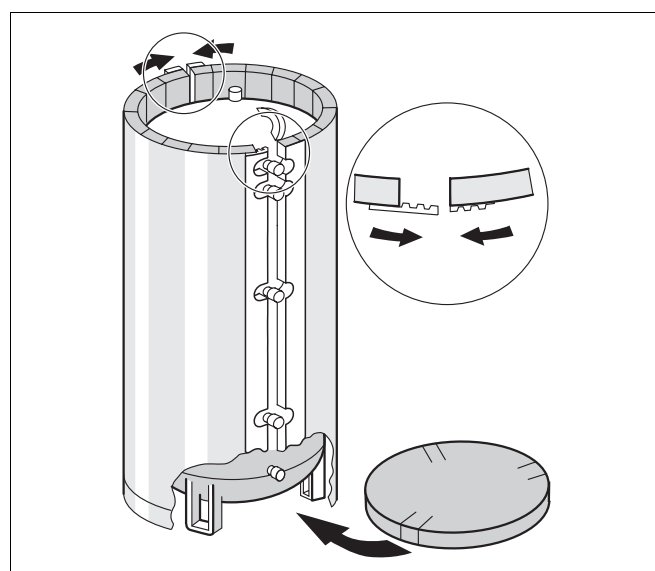

Fig. 6 Isolation thermique
- Poser le disque isolant avec fentes sur le sol, les incisions dans la zone des pieds du préparateur (fig. 6).
- Placer le matelas isolant perforé autour du corps du préparateur de manière à ce que les perçages coïncident avec les raccords (fig. 6).
- Réunir les extrémités du matelas isolant et fermer (fig. 6).